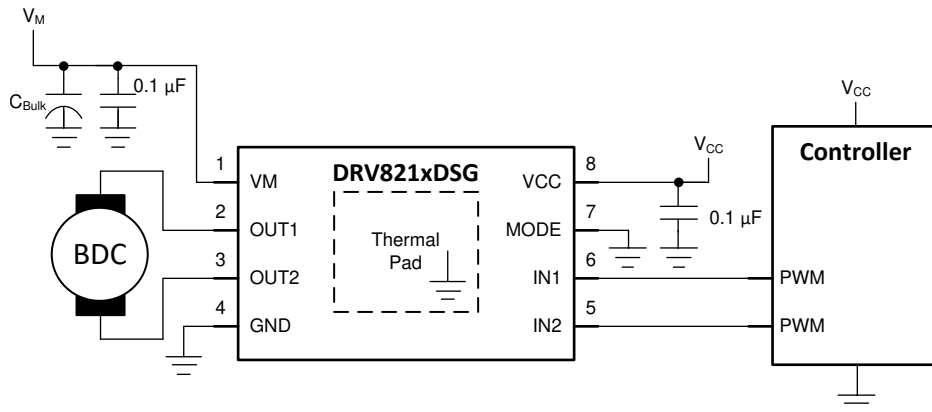

图 6-5. DRV821xDSG PWM 单电机运行
2. 将一个电机连接至 OUT1 和 OUT2 之间。有关 DRV821xDSG 的方框图，请参阅图 6-5。